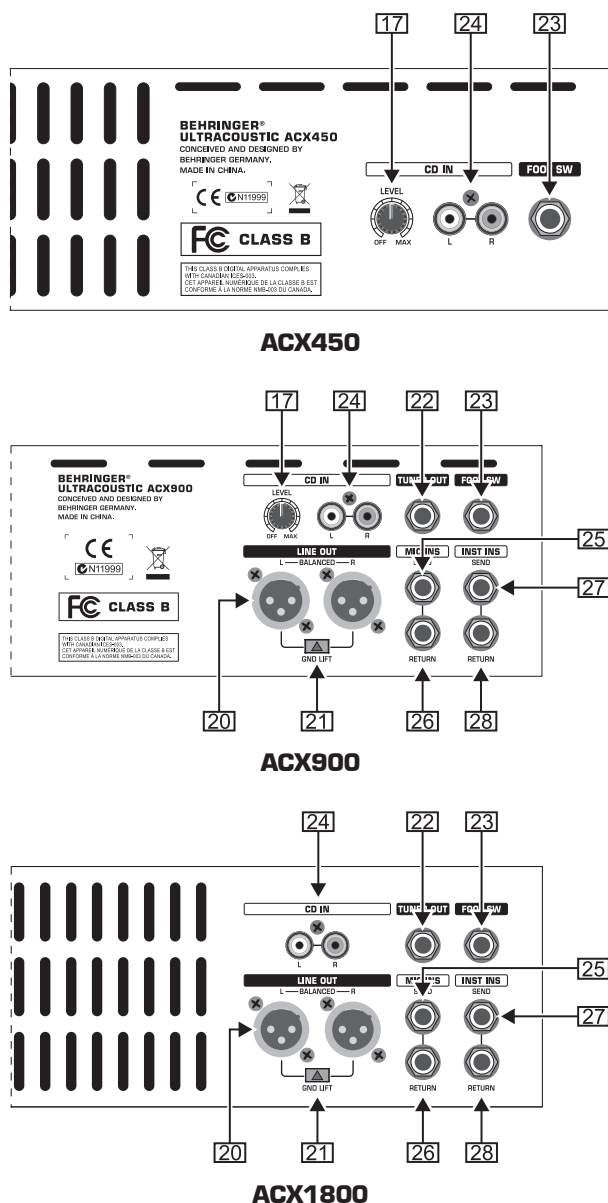

Рис. 2.2: Подключения на обратной стороне
- [17] ULTRACOUSTIC оборудован на обратной стороне CD-входом. При помощи *CD LEVEL*-регулятора в Master-секции (только у прибора ACX1800) Вы определяете уровень громкости подключенного к CD-входу сигнала. У приборов ACX900 и ACX450 данный регулятор находится на обратной стороне (смотри рис. 2.2).